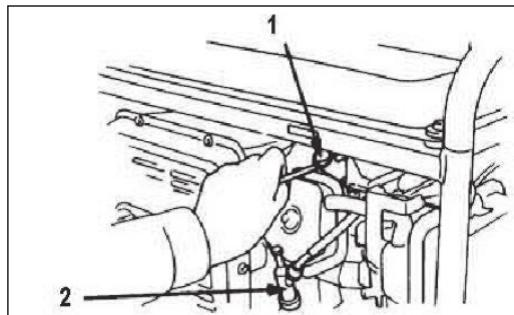

Рис. 10
**Замена и очистка свечи зажигания (Рис. 10).**